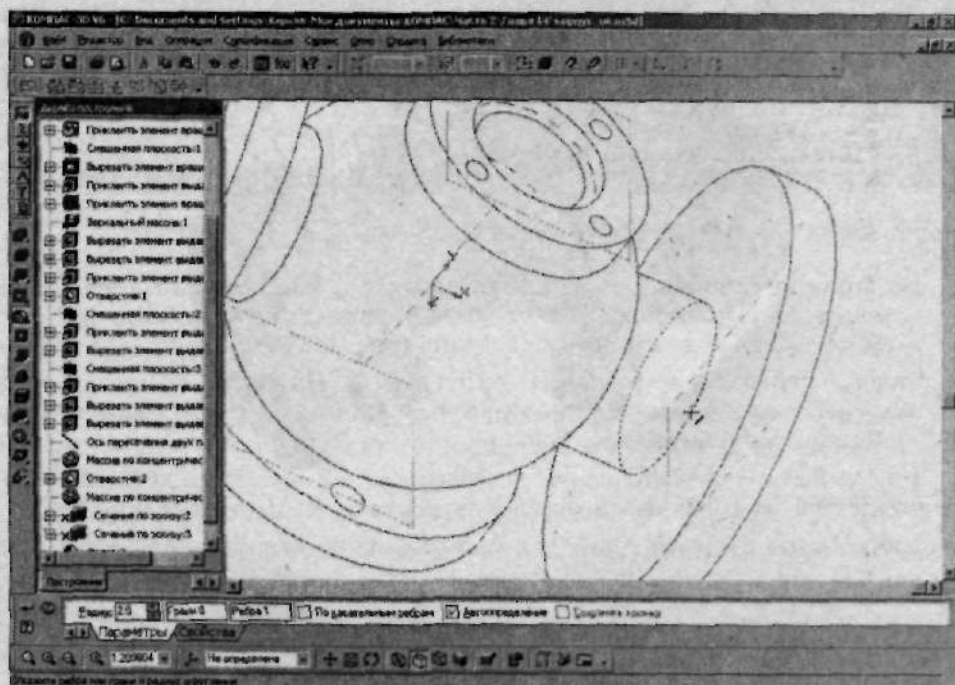

Рис. 2.171. На торце, где была создана фаска, выделите скругляемое ребро
3. Теперь перейдем к созданию скруглений. На панели инструментов щелкните по кнопке  (Скругление), а затем выделите ребро, которое требуется скруглить (рис. 2.171).